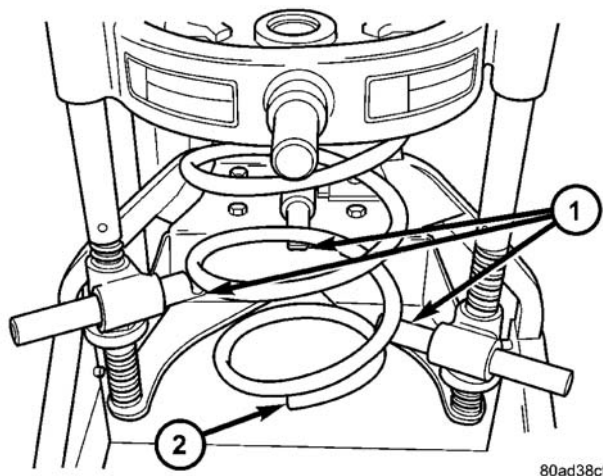

图 46 弹簧置于压缩器中（所示为右弹簧）
(3) 压缩螺旋弹簧直至去除上支架的所有螺旋弹簧张力。
(4) 在滑柱轴锁紧螺母（图 46）上安装滑柱螺母套筒（专用工具 6864）。然后，在滑柱轴端部的六角头上安装 10 mm 套筒。在固定住滑柱轴不让它转动的同时，从滑柱轴上卸下螺母。
(5) 从滑柱轴上卸下上支座。
(6) 若枢轴轴承需要维修，将其从螺旋弹簧上座的顶部直接拉起并卸下。
(7) 从螺旋弹簧的底部卸下夹子，从螺旋弹簧的底部将滑柱卸下。
(1) 按照制造商的说明书，将螺旋弹簧置于压缩器下钩中。弹簧相对滑柱（安装后）的正确定位是必要的。当把螺旋弹簧置于压缩器中时，要考虑下列情况：从上面看，压缩器的后部要在 12 点钟位置；站在机器前面时，应在 6 点钟的位置。对于左右弹簧，下螺旋弹簧端部都要置于 6 点钟位置（图 46）。